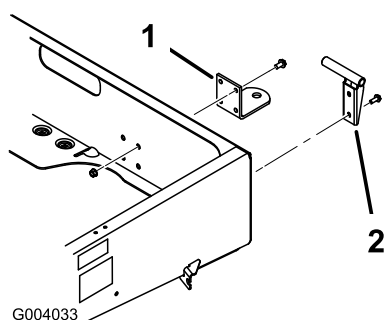

Figure 8
2. Placez la patte de remorquage en face des trous de montage sur le châssis. Fixez la patte d'attelage en position avec les vis et écrous (Figure 8).
2. Fixez le pivot gauche à l'angle arrière gauche du châssis à l'aide de 2 vis à embase ((3/8 x 1 pouce)). Serrez les vis à 22 Nm (16 pi-lb). Positionnez le pivot comme illustré à la Figure 8.